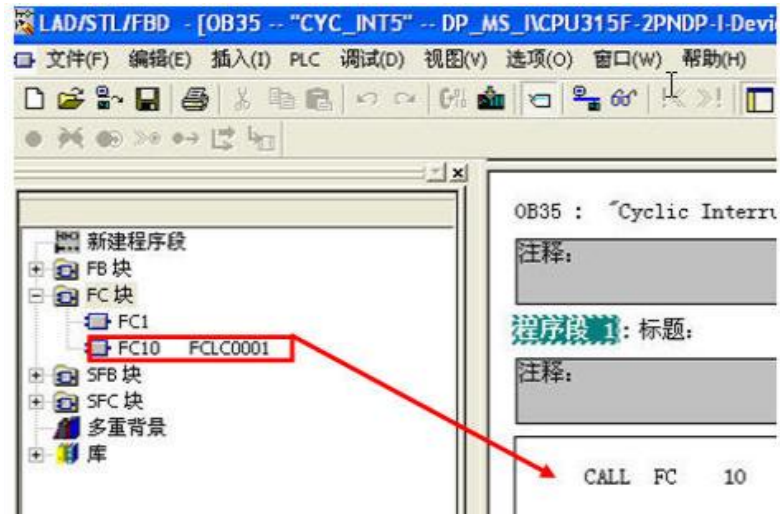

图 2-23 FC10 调用
9) OB 35 内调用 FC10,并将 OB35 下载到 PLC, 如图 2-23